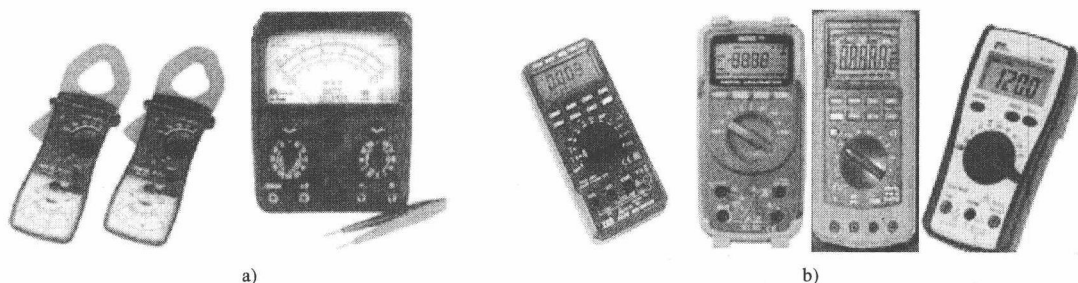

图 1-1 万用表
(1) 万用表分类及选择 万用表又称多用表, 主要用来测量直流电压、电流, 交流电压, 电阻等, 有的万用表还可以用来测量电容、电感以及二极管、晶体管的某些参数。万用表的种类有很多, 现在最流行的有机械指针式和数字式万用表。如图 1-1 所示。